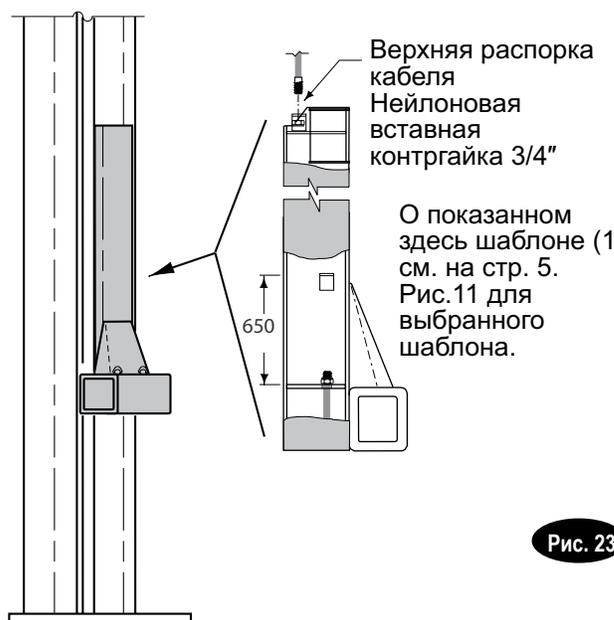

Рис. 23
19. **Окончательные регулировки:** Поднимите подъемник для проверки равномерности натяжения кабеля. Ниже салазок сожмите смежные кабели большим и указательным пальцами с усилием примерно 67 Н. Результатом должно быть только небольшое смещение кабелей друг к другу. Отрегулируйте на верхних распорках (см. рис. 23).